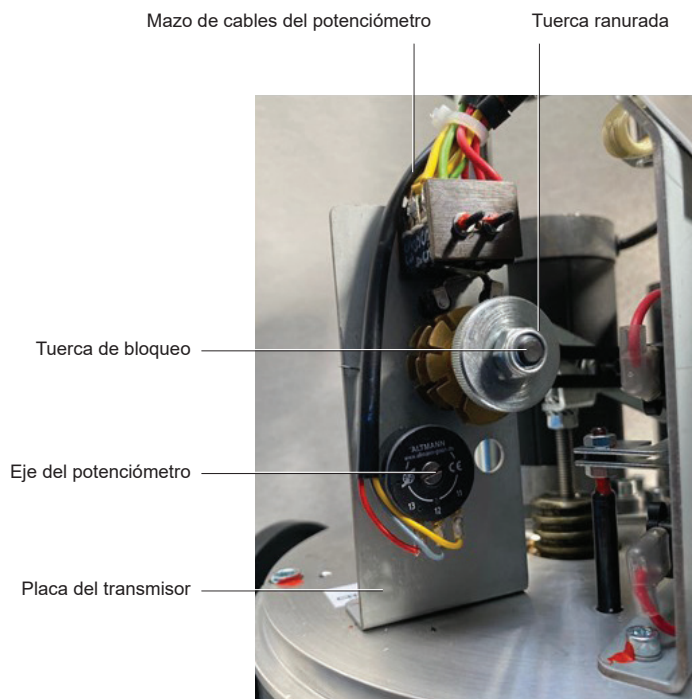

Fig. 12 Instalación y ajuste del potenciómetro (8 kN+)
- Consulte la Fig. 12 Instalación y ajuste del potenciómetro (8 kN+) para obtener información sobre el producto